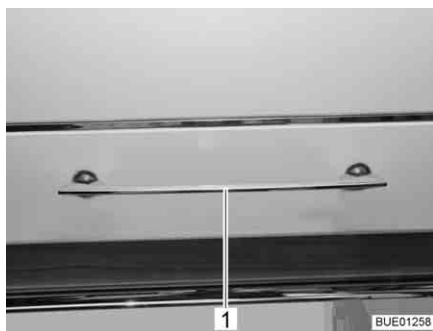
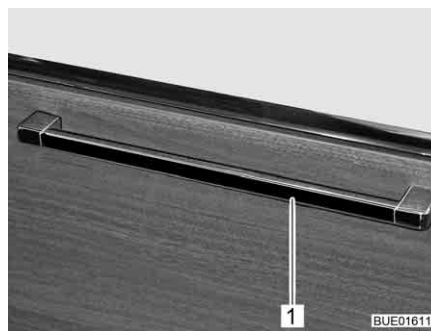

Bild 42 Skåplucka med låshandtag
Bild 43 Skåplucka med låshandtag (alternativ)
- Tryck låshandtaget (Bild 42,1 resp. Bild 43,1) uppåt, åt sidan eller nedåt, beroende på monteringsläge, och håll det nedtryckt.